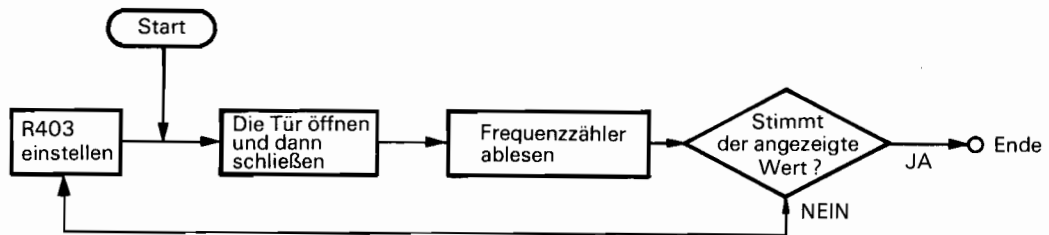

Abb. 29
- [4] Diese Justierung muß in Abb. 29 gezeigten Reihenfolge erfolgen.